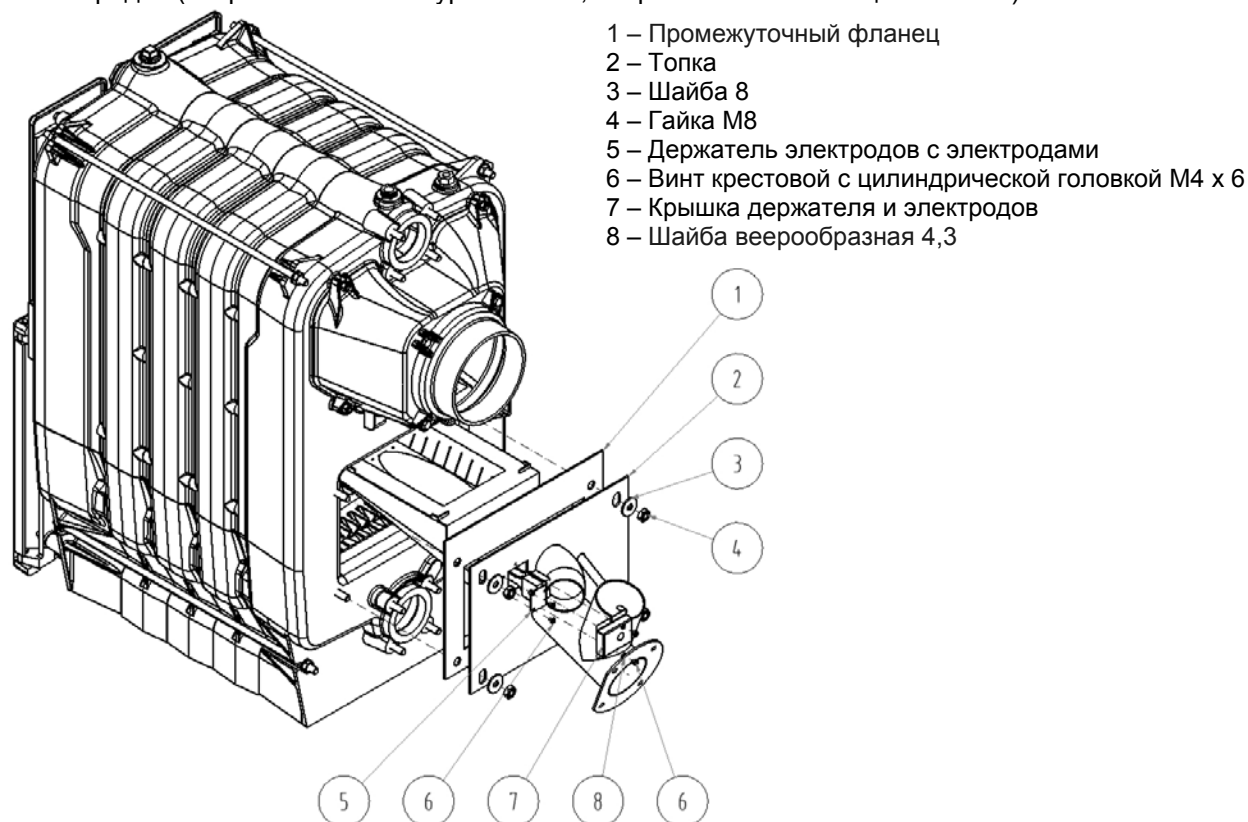

Рис. 9 Монтаж топки и зажигания
1. На промежуточный фланец нанести силиконовую уплотняющую замазку /между фланцем и секцией/ и насадить его на 4 шт шпилек M10 на задней секции котла. После этого нанести на прямоугольную контактную поверхность топки силиконовую уплотняющую замазку и комплект насадить на 4 шт шпилек M10 на промежуточный фланец на задней секции котельного корпуса. Топку закрепить гайками с шайбами (согл. рис. 9). Промежуточный фланец должен быть расположен между задней секцией и горелкой.
2. Произвести монтаж зажигания согласно рис. 9. Измерить значение сопротивления зажигающих электродов (сопротивление контура $\div 150 \Omega$, сопротивление изоляции $> 2 \text{ M} \Omega$).